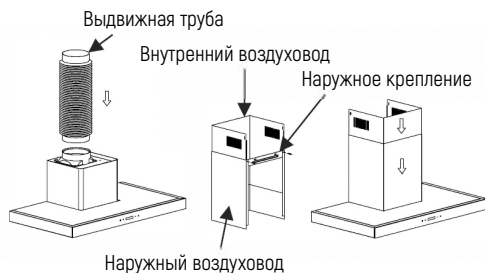

Рис. 3
3. Закрепите кронштейн наружного воздуховода и убедитесь, что внутренняя труба может свободно регулироваться по высоте, а также закрепите выдвижную трубу. После этого установите выдвижную трубу и воздухопровод на вытяжку. См. рис. 3.